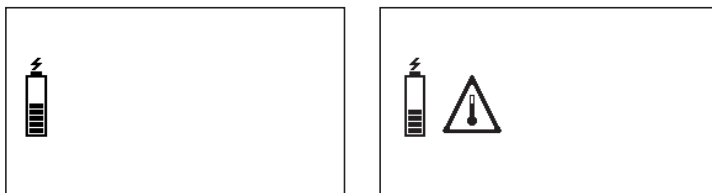

Fig. 11: Ecrã durante o carregamento
- Ligue o recetor com a **fonte de alimentação M4** ou **cabo para veículo M4** diretamente na alimentação de energia (230 V ou tensão de rede de bordo). No ecrã o processo de carregamento é indicado por breves momentos (fig. 11).